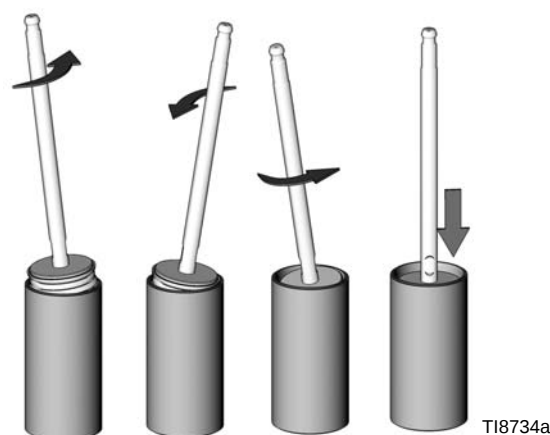

FIG. 7. Monteer de zuiger in de cilinder
6. Plaats het inlaatspruitstuk (18) op de inlaatbehuizing (15). Breng verwijderbare (blauwe) Loctite® 243 aan op de volledige lengte van de schroefdraden van de schroeven (9). Installeer de borgringen (8) en schroeven (9) en draai ze vast tot 34-40 N•m (25-30 ft-lb).
7. Plaats het inlaatspruitstuk (18) in een bankschroef. Plaats een O-ring (2*) aan elke kant van de inlaatbehuizing (15) waar de buizen (3) zijn geplaatst. Plaats O-ringen (2*) in de groeven aan de uiteinden van de buizen. Plaats een pakking (4) in zowel de inlaat- als de uitlaatbehuizing (15 en 16). Plaats de buizen en de cilinder (1) in de inlaatbehuizing.
8. Smeer de binnenzijde van de cilinder (4). Schuif de zuiger in de cilinder. Draai de zuiger zoals is weergegeven in FIG. 7.